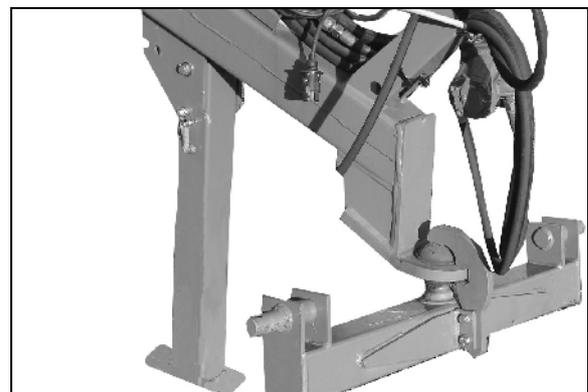

Fig. 76
- Stützfuß abgesenkt bei abgekuppelter Maschine (Fig. 76).